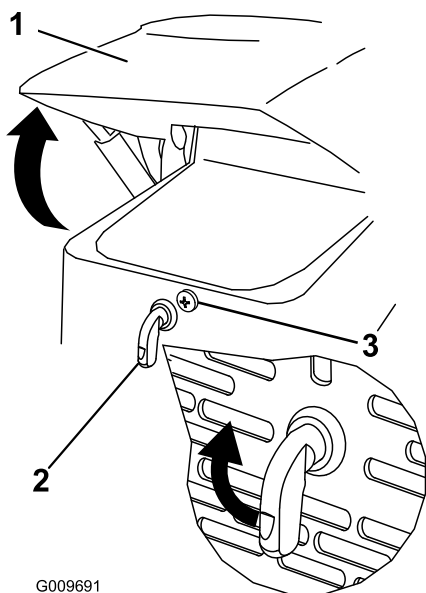

図 23
1. フード固定ねじをゆるめる 図 23。
2. フードラッチを右に回す 図 23。
3. フードを開ける 図 23。
3. フード固定ねじを締めてラッチを固定する 図 23。